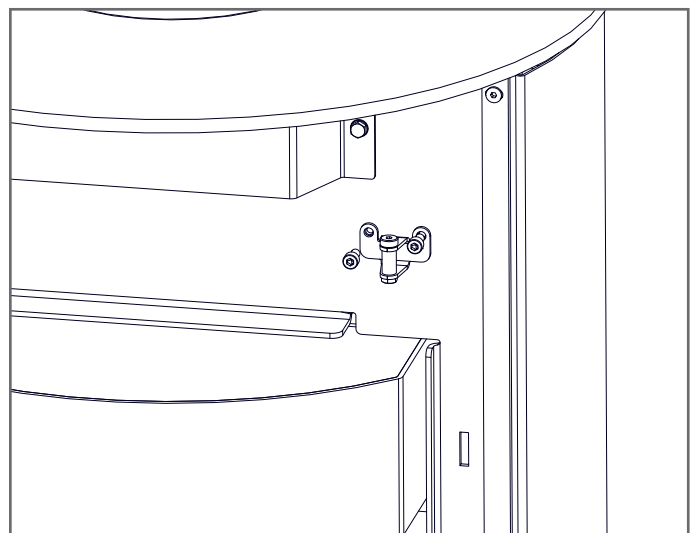

Abb.: 2.2
- Mit den zuvor entfernten Schrauben befestigen und festziehen. (Abb.:2.2)